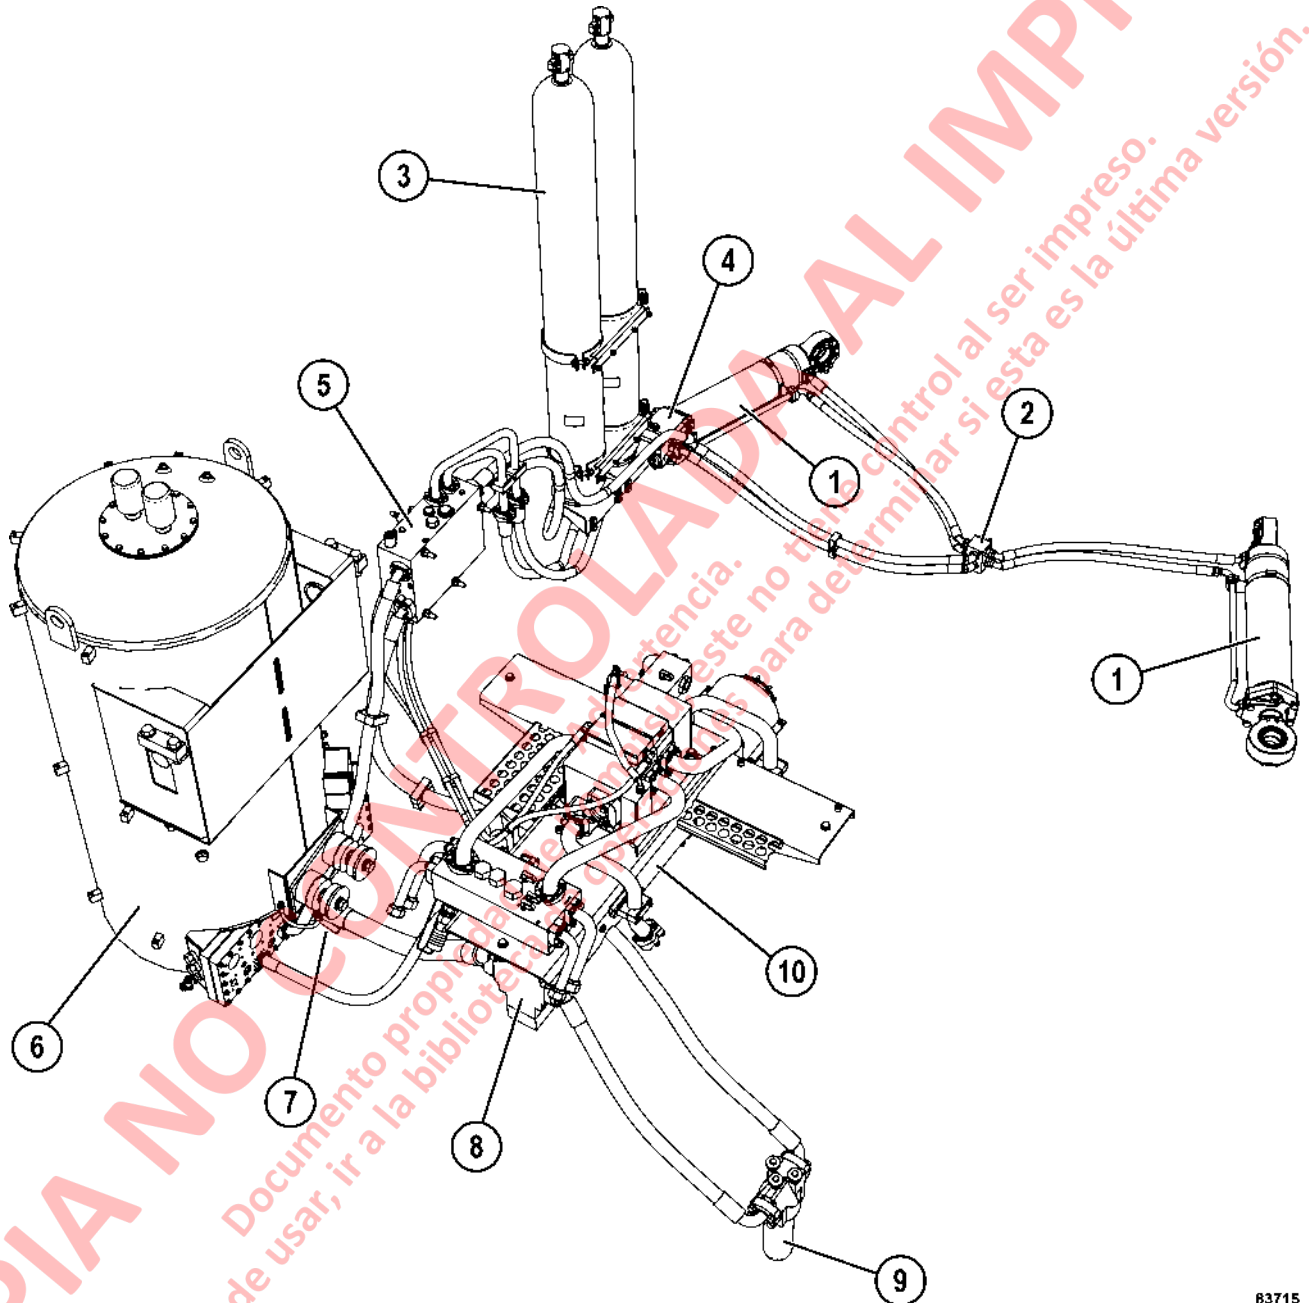
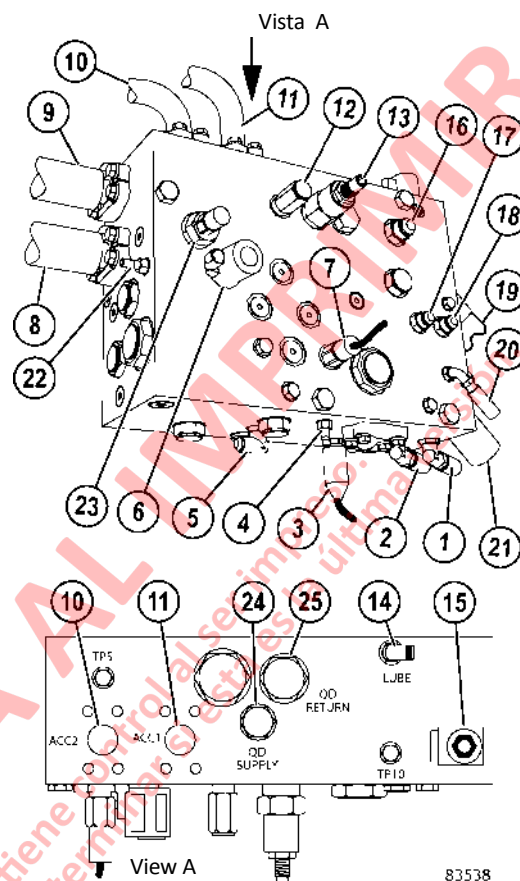
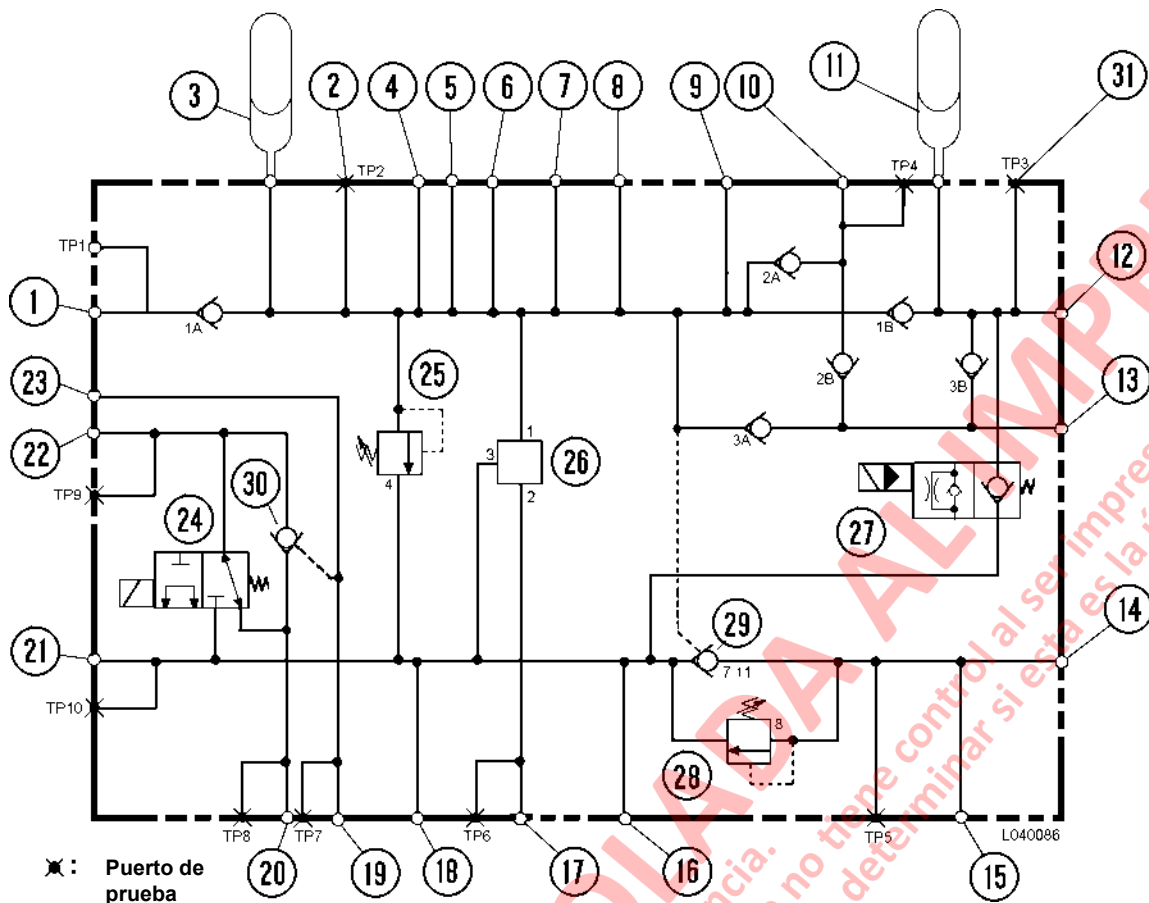

FIGURA 4-1. COMPONENTES DEL SISTEMA DE DIRECCIÓN
FIGURA 4-3. MÚLTIPLE DE PURGA
FIGURA 4-5. ESQUEMA DEL MÚLTIPLE DE PURGA
La bomba (8, Figura 4-1) suministra aceite al múltiple de purga (5) después de pasar a través de un filtro de alta presión (9). Este suministro de aceite luego es distribuido al sistema de frenos y al sistema de la dirección.
El múltiple de purga (5, Figura 4-1) está ubicado en la parte exterior del riel del bastidor izquierdo justo detrás de los acumuladores. El múltiple de purga está equipado con los siguientes componentes principales del circuito como se muestra en la Figura 4-3:
Cada vez que el switch de llave se pone en OFF, con el camión detenido, se energiza el solenoide de purga del acumulador de dirección (6, Figura 4-3 y 2, Figura 4-4). Cuando se energiza el solenoide, toda la presión de la dirección hidráulica, incluidos los acumuladores, es purgada de vuelta hacia el estanque hidráulico. Sin embargo, la presión de freno no purgará debido a las válvulas de retención internas en el múltiple de frenos y al múltiple de purga (ver Figura 4-5).
La válvula de retención operada por piloto (30, Figura 4-5) se abre por medio del ducto de presión piloto de descenso (19) para permitir que el aceite en el puerto de izaje se derive al solenoide de límite de izaje (24) para la operación inicial de descenso mientras que el solenoide es activado por el switch de límite de izaje.
Los dos acumuladores de dirección (3, Figura 4-1) son del tipo vejiga con una capacidad de 62 litros (16.5 galones) cada uno. Los acumuladores se cargan a 9.700 kPa (1400 psi) con nitrógeno seco puro usando la válvula de carga ubicada en el extremo superior.
El filtro de alta presión (9, Figura 4-1) filtra el aceite para los circuitos de la dirección y freno.
El suministro externo se conecta a el puerto (24, Figura 4-3) y el retorno se conecta al puerto (25). Esta función sólo se debe usar en caso de emergencia para permitir que el camión vuelva al taller para servicio o para sacar el camión del camino.